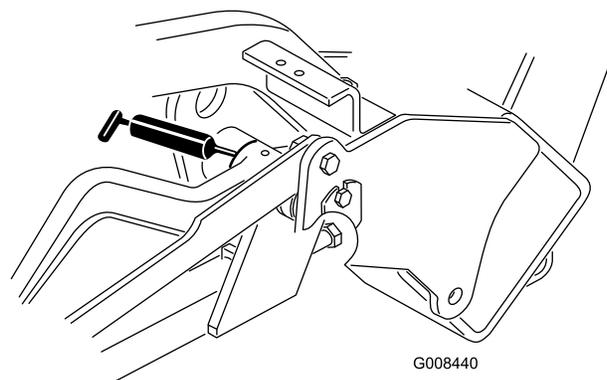

Figura 29
- Braços de elevação (3) (Figura 29)